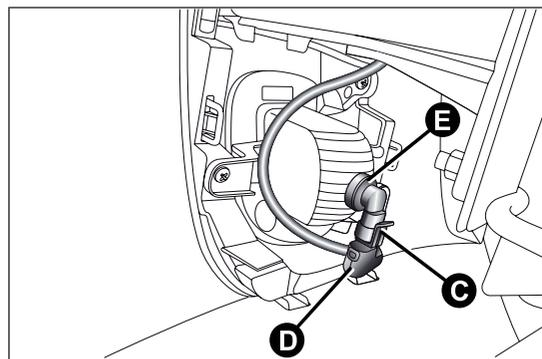

fig. 131
- agir sur l'agrafe C et débrancher le connecteur électrique D fig. 131 ;